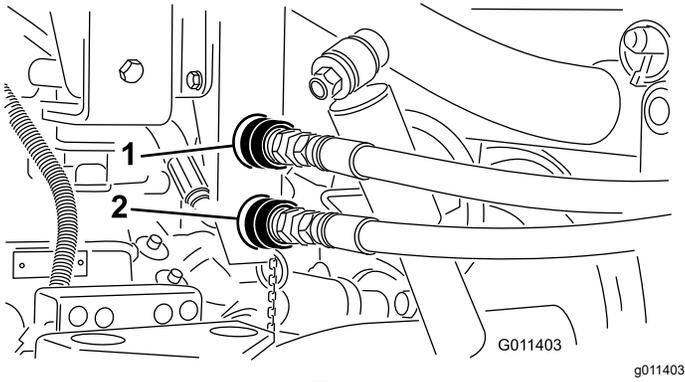

图 18
1. 清洁铺沙机软管快速接头图 18 上的任何脏物。
注意 图 18 所示的接头来自于序列号为 239999999 及之前的工作车。